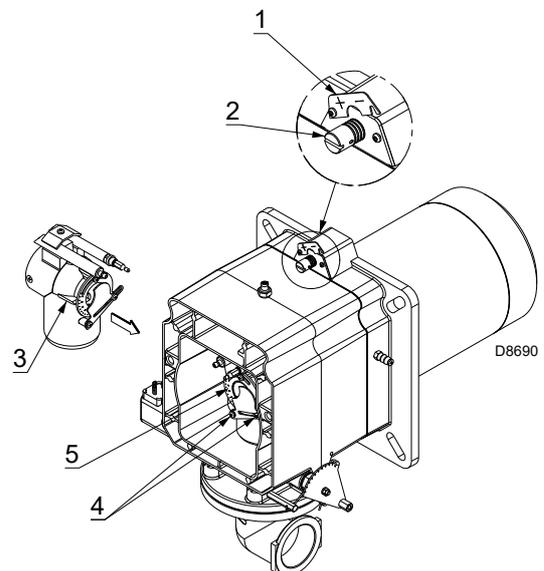

Fig. 16
- ruotare la vite 2)(Fig. 16) fino a far collimare la tacca trovata con il piano anteriore 1) della flangia.
Per facilitare la regolazione, allentare la vite 3)(Fig. 16); regolare e poi bloccare.
- allentare le viti 4) e ruotare la ghiera 5)(Fig. 16) fino a far collimare la tacca trovata con l'indice 3);